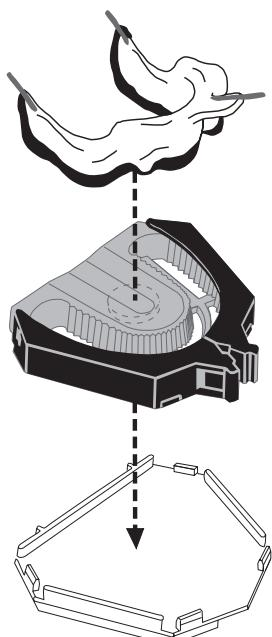

Fig. 1
5. Alinhar as 3 marcas de referência da moldeira com as marcas de referência da linha central e posterior do Accu-Trac (fig. 1).